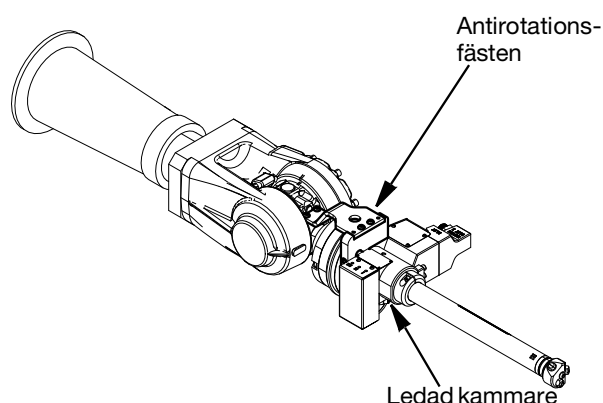

FIG. 3
När Switch 3D-pistolen är monterad på roboten måste antirotationsfästena skruvas fast på ledade huset (619) och till fästpunkten på roboten med skruvarna. Exakt montering av antirotationsfästena beror på vilken robot och sats som används. Se FIG. 3 där det finns installationsexempel och sidan 28 där det finns komponentreferenser till ledade kammaren.